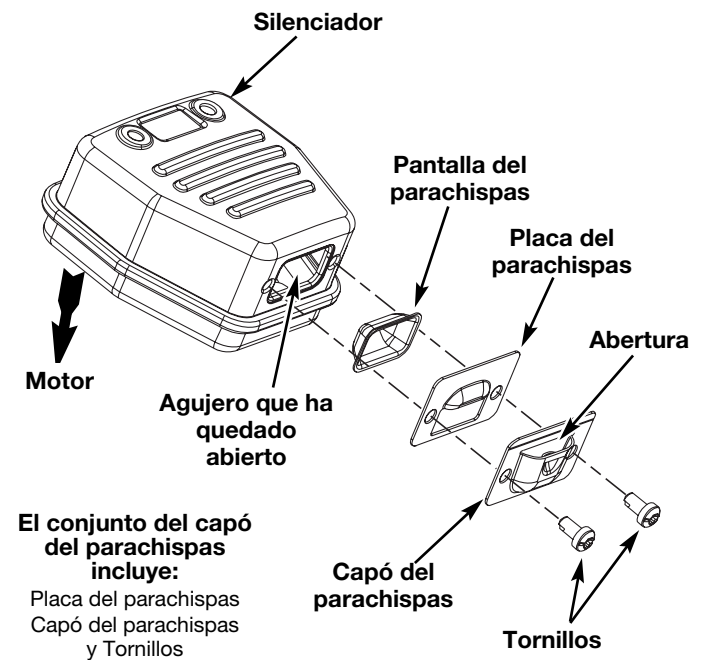

Fig. 30
2. Localice el silenciador, pero no lo quite. Busque los dos (2) tornillos en la parte inferior del silenciador (Fig. 30). Estos dos tornillos unen el conjunto de deflector de escape y la pantalla del parachispas a la parte inferior del silenciador. Quite los dos (2) tornillos usando una llave torx No. 20 o un destornillador plano.
6. Coloque la placa del parachispas encima del parachispas con el lado “levantado” hacia arriba mirando al motor (Fig. 30).
7. Coloque el capó del parachispas encima de la placa del parachispas con el lado “levantado” hacia arriba y la apertura mirando en dirección CONTRARIA al motor (Fig. 30). Asegúrese de que el escape se dirija en dirección CONTRARIA al motor.